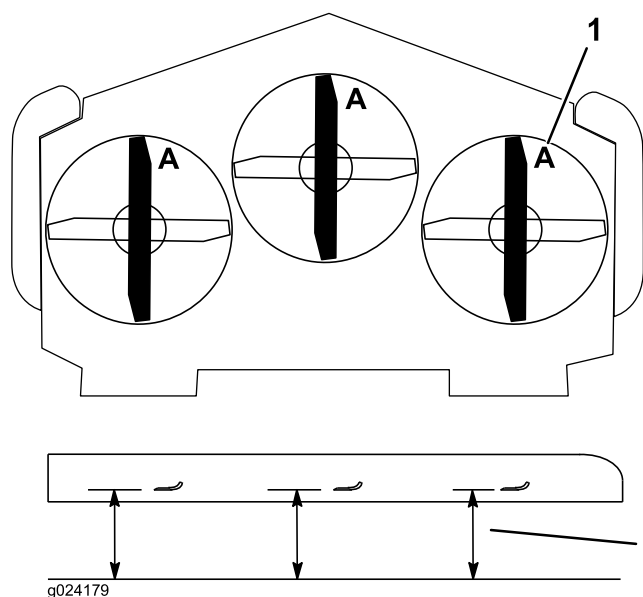

Figure 90
3. Tournez les lames dans le sens longitudinal (Figure 90).
4. Mesurez la distance entre la surface plane et le tranchant (position A) des lames (Figure 90). Notez cette valeur.